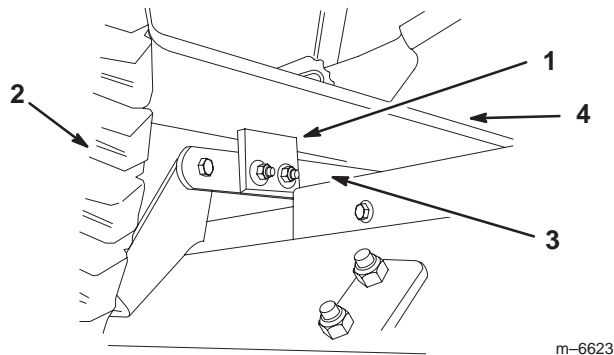

Figure 17
3. Levez complètement le levier de commande ou le relevage électrique d'accessoire. Vérifiez si les pare-chocs à l'arrière des barres d'attelage du plateau de coupe touchent le dessous des repose-pieds (Fig. 17).